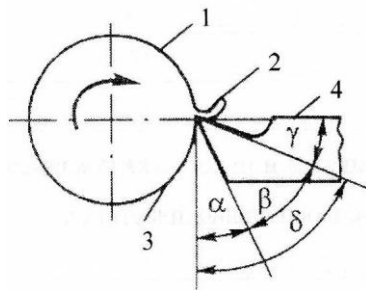

Рис.3.
5. Перечислите углы заточки токарных резцов (Рис.3.):